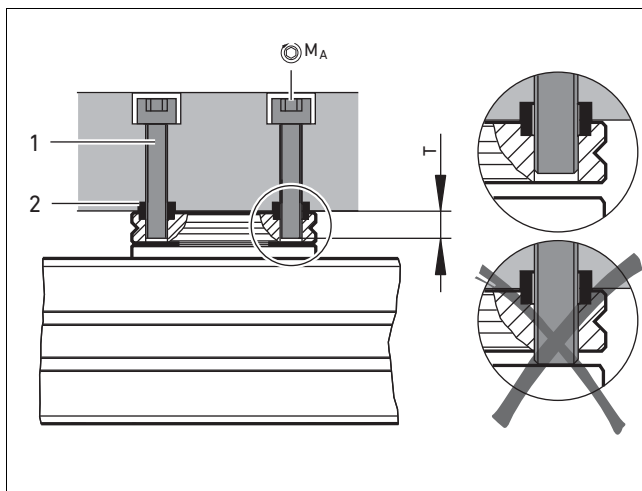

Fig. 8: Fixation de la charge utile sur la bride rotative
- Fixer la charge utile avec au moins deux vis et douilles de centrage sur la bride rotative (voir Fig. 8).